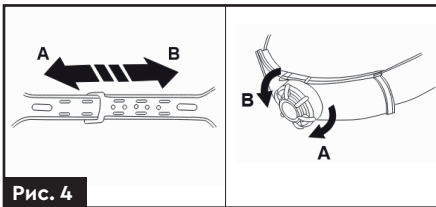

Рис. 4
Відрегулюйте наголовник так, щоб маска сиділа якомога глибше та щільніше, а кут нахилу та відстань між обличчям і внутрішньою частиною маски забезпечували комфортну роботу зварювальника (рис. 4).
2. Перемістіть кінець дуги зі штифтом у напрямку стрілки «А» (рис.4), щоб зменшити глибину посадки наголовника, або в напрямку стрілки «В», щоб збільшити глибину посадки наголовника.
Обертайте маховик по ходу годинникової стрілки «А» (рис.4), щоб затягнути потиличну дугу, або проти ходу годинникової стрілки «В», щоб послабити потиличну дугу.